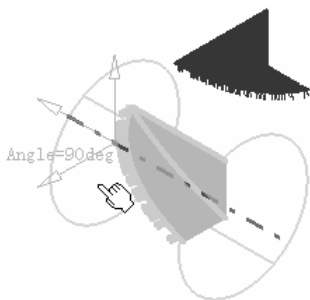

图 4-31 选择旋转轴
- 选择旋转轴。在图形区双击圆柱体的轴线, 选择该轴线为旋转轴, 如图 4-31 所示, 然后单击“Multi-Axis Sweeping.2”对话框中的“确定”按钮, 完成刀具路径旋转。